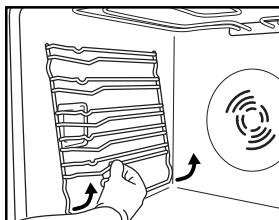

Рис. 3
- Снимите боковые решетки, на которые устанавливаются принадлежности (Рис. 3).
2. Снимите боковые решетки, на которые устанавливаются принадлежности (Рис. 3).